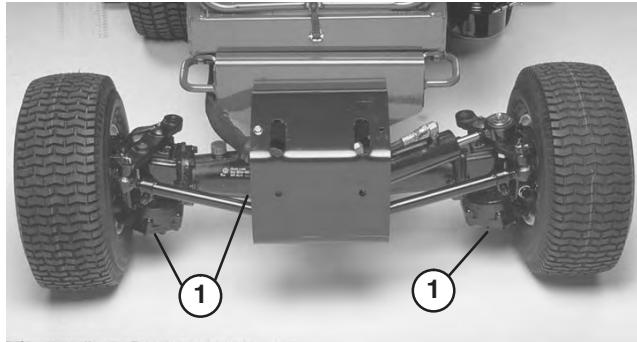

Bild 75
2. Reinigen Sie den Bereich um die Ablassschrauben (Bild 75).